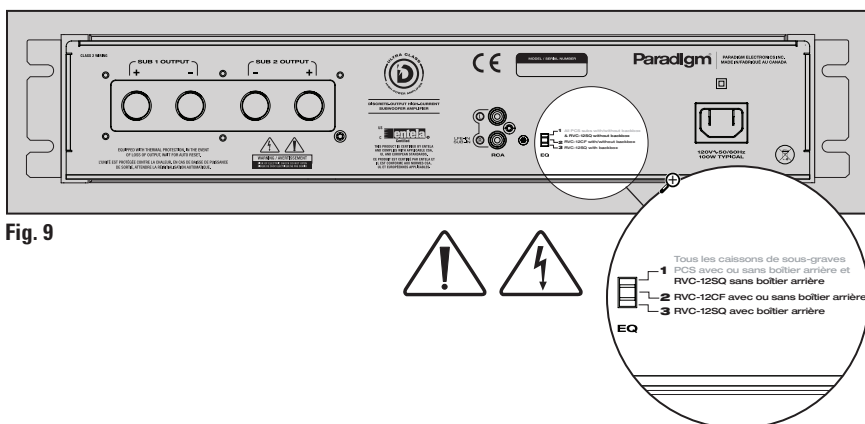

Fig. 9
**POUR ASSURER UN SON OPTIMAL ET EMPÊCHER LES DOMMAGES À L'AMPLIFICATEUR OU AU CAISSON DE SOUS-GRAVES, L'INTERRUPTEUR « EQ » À 3 POSITIONS SITUÉ SUR LE PANNEAU ARRIÈRE DU X-300 DOIT ÊTRE POSITIONNÉ DE FAÇON APPROPRIÉE POUR UNE UTILISATION AVEC VOTRE INSTALLATION (voir Fig. 9).
Pour assurer un son optimal et empêcher les dommages à l'amplificateur ou au caisson de sous-graves, **l'interrupteur « EQ » à 3 positions** situé sur le panneau arrière du X-300 doit être positionné de façon appropriée pour une utilisation avec ou sans le boîtier arrière Paradigm^{MD}. Placez-le à la position qui correspond à votre configuration (Fig. 9) :